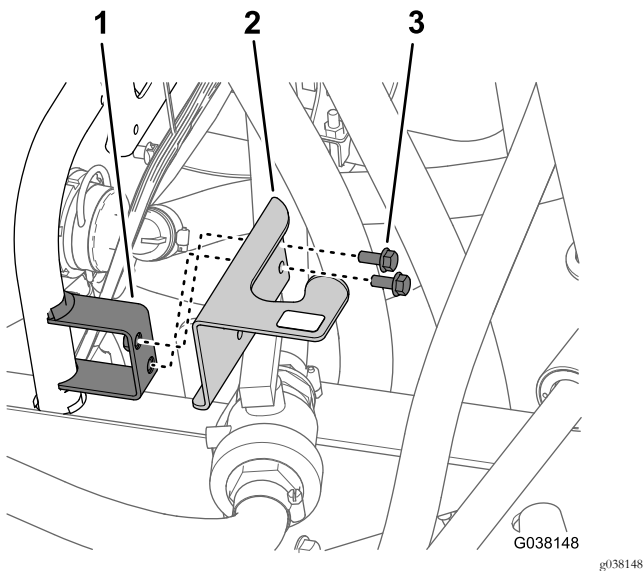

Figura 22
2. Retire los 2 pernos con arandela prensada (5/16" x 3/4") que sujetan el soporte de la válvula de control a la pletina de montaje de la válvula de control, y retire el soporte (Figura 22).